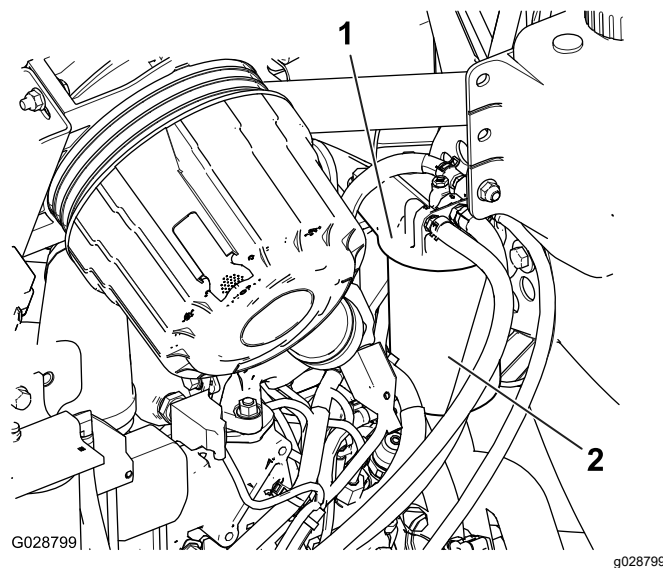

Рисунок 52
1. Очистите поверхность вокруг головки топливного фильтра (Рисунок 52).
2. Снимите фильтр и очистите монтажную поверхность головки фильтра (Рисунок 52).